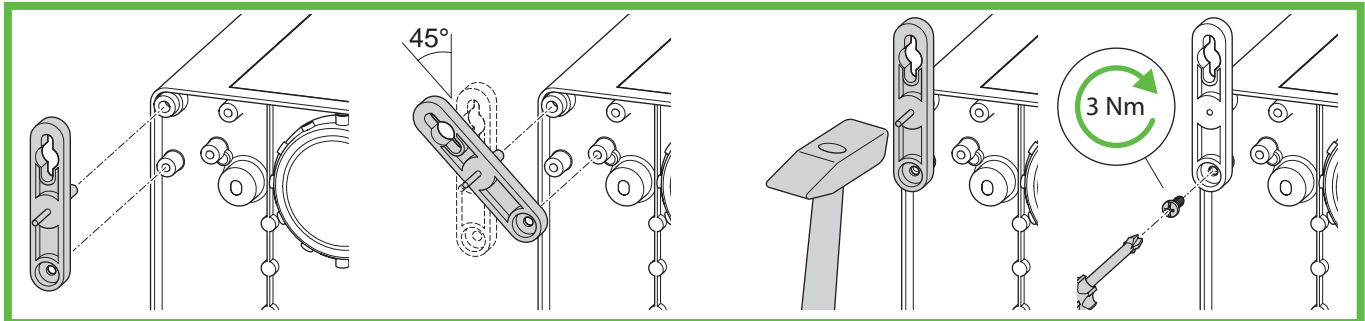
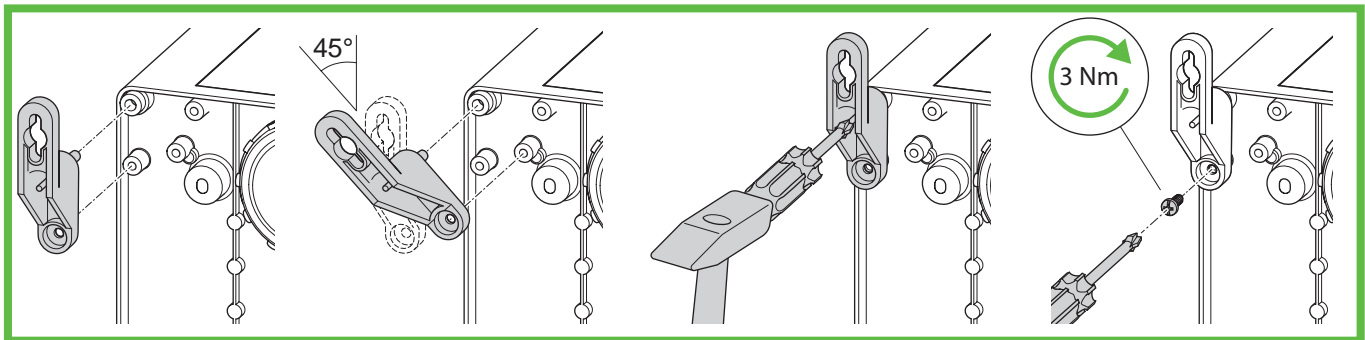

Abb. 10: Montage ABL-10
Abb. 11: Montage ABL-40
- ▶ Montieren Sie die Außenbefestigungslaschen (Abb. 10 oder Abb. 11).